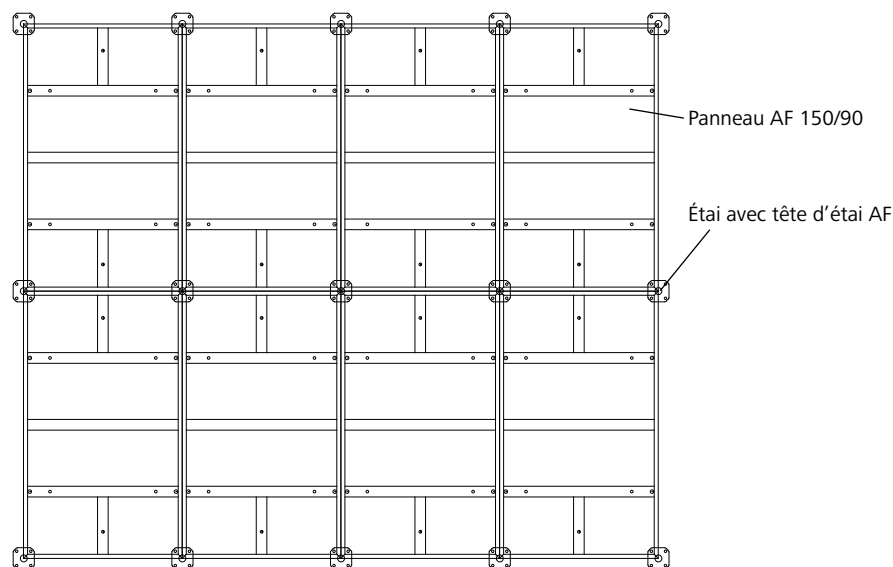

Fig. 10.2
\* Des valeurs intermédiaires sont indiquées dans la Fig. 10.2. Ces valeurs sont à arrondir au mm entier.
**Charges admissibles avec panneaux AluFix de 150/90 (Fig. 10.2)**